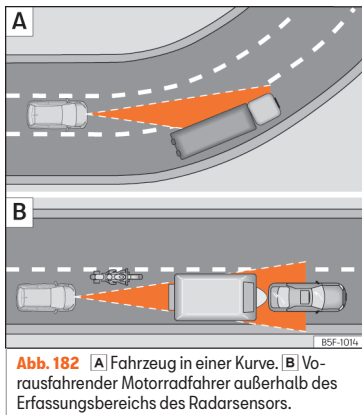

Abb. 182 [A] Fahrzeug in einer Kurve. [B] Vorausfahrender Motorradfahrer außerhalb des Erfassungsbereichs des Radarsensors.
Es ist möglich, dass die ACC das vorausfahrende Fahrzeug in der Kurve nicht erkennt oder die Entfernung mit Fahrzeugen, die sich auf anderen Fahrsuren befinden, einstellt » » **Abb. 182** [A].
- Versetzt fahrende Fahrzeuge oder Fahrzeuge, die außerhalb des Erkennungsbereichs des Sensors fahren, z. B. Motorräder. » » **Abb. 182** [B].